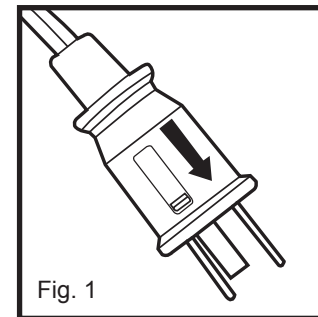

Fig. 1
- Deslice la cubierta del fusible, ubicado en la parte superior de la clavija, hacia las patas de la clavija. (Fig. 1)